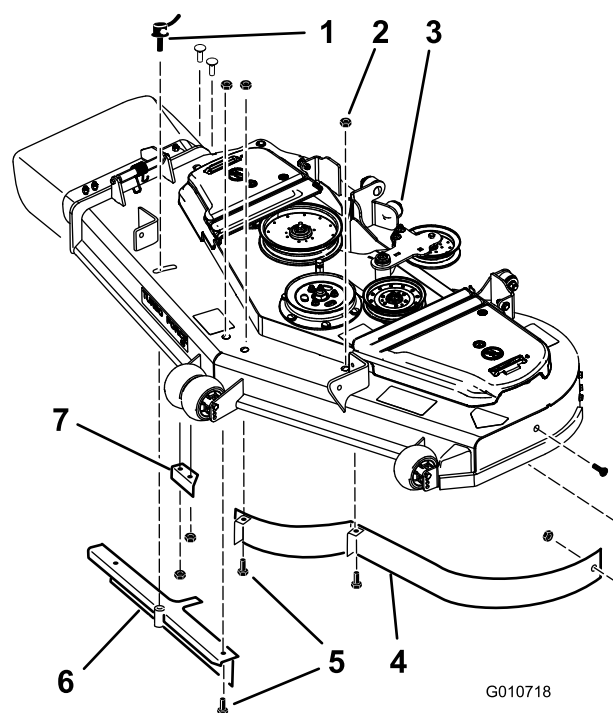
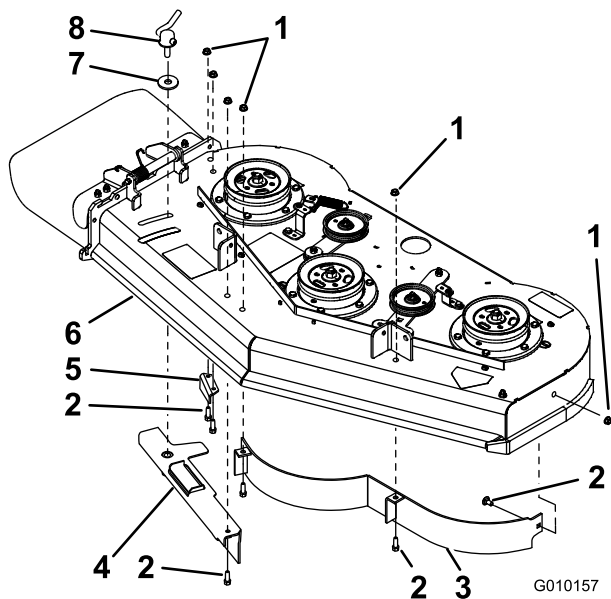

Figura 5
Figura 6
1. Retire las tuercas con arandela prensada que sujetan en su sitio los deflectores (Figura 5 o Figura 6).
2. Retire el bloqueo de leva y la arandela desenroscándolos del deflector de flujo ajustable (Figura 5 o Figura 6).
3. Retire los seis pernos que sujetan los deflectores en su sitio (Figura 5 o Figura 6).
4. Después de retirar el deflector de descarga, vuelva a instalar las tuercas y los pernos en la carcasa de corte (Figura 5).